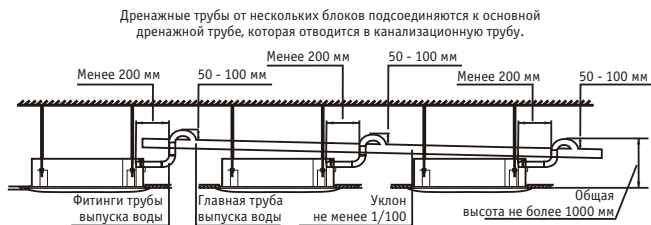

Рис. 7.2
7. Когда выход дренажной трубы находится выше, чем штуцер для всасывания воды, старайтесь держать дренажную трубу как можно более вертикально, а соединительные фитинги для отвода воды будут изгибаться так, чтобы высота дренажной трубы не превышала 1000 мм от основания дренажного поддона. В противном случае при остановке работы будет возникать чрезмерный поток воды. См. рис. 7.2.